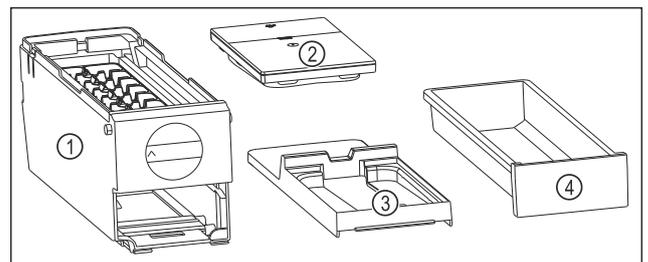

Fig. 91 Composants de l'EasyTwist-Ice
- ▶ L'EasyTwist-Ice est démonté en quatre parties. (voir Fig. 91)
- ▶ Ne démonter l'EasyTwist-Ice que de la manière illustrée. (voir Fig. 91)
- ▶ Nettoyer le corps de l'EasyTwist-Ice Fig. 91 (1) dans son ensemble.